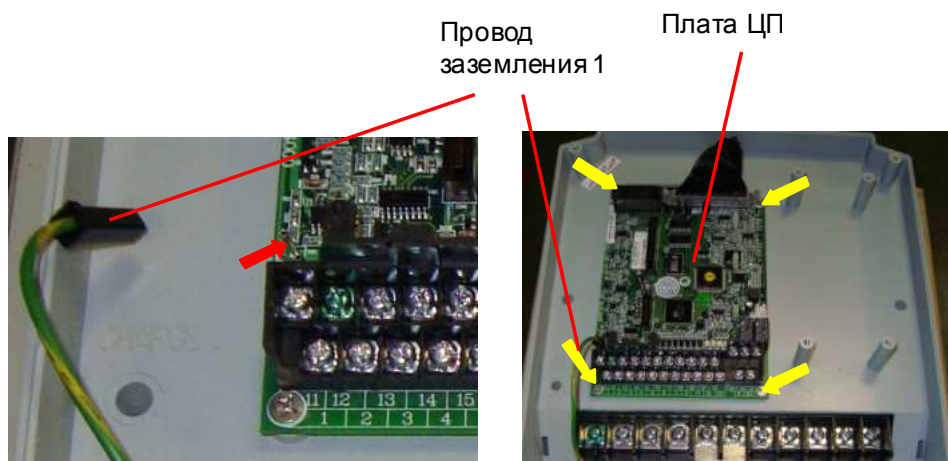

Рис. 7.21
7.12.1. Установить плату ЦП и прикрутить ее четырьмя винтами (рис. 7.21, желтые стрелки).
7.12.2. Подсоединить провод заземления 1 к контакту Е на плате ЦП (рис. 7.21, красная стрелка).